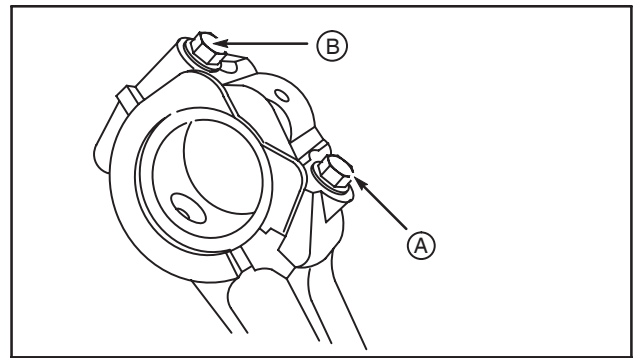

Fig. 19
B. Serrer **ENSUITE** la vis hexagonale de bielle 1/2" au couple de 23 Nm, Fig. 19.